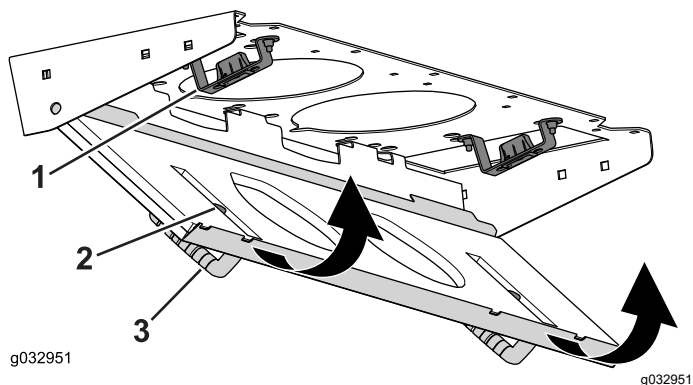

Рисунок 85
4. Поверните сетчатый фильтр вокруг монтажных лепестков так, чтобы защелка зафиксировалась в креплении защелки в сборе (Рисунок 85).